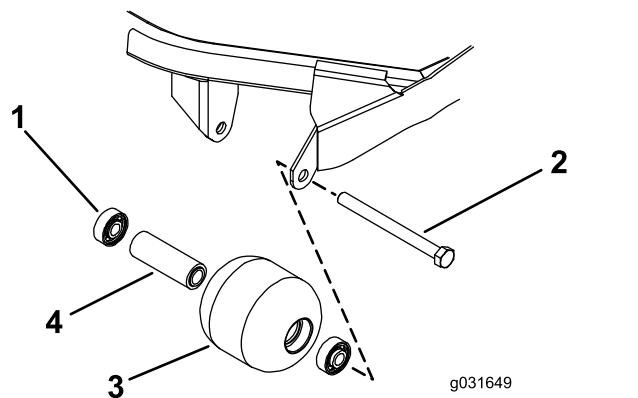

图 69
- 卸下滚筒安装螺栓图 69。
- 检查滚筒壳体、轴承以及轴承隔块是否受损 (图 69)。
- 仅按住外圈或同时按住内、外圈将第一个轴承按入滚筒壳体图 69。
- 插入隔片图 69。
- 仅按住外圈或同时按住内、外圈将第二个轴承按入滚筒壳体直至其触及隔块图 69。